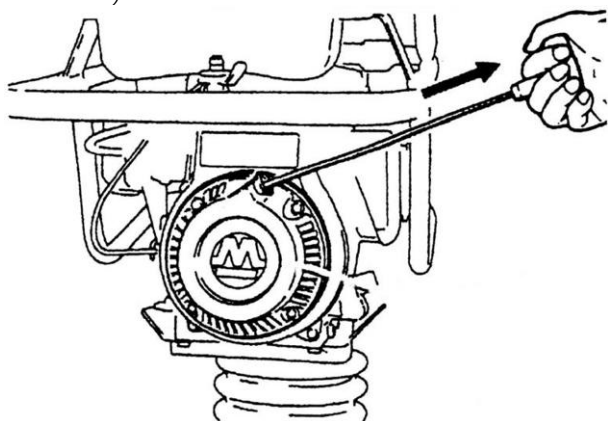

Fig. 2.6
5. Starta genom att dra i starthandtaget på magnapullstarten (Fig. 2.6). Dra först tills startmekanismen ”greppar” därefter kraftigt och snabbt. Följ med tillbaka med handtaget.